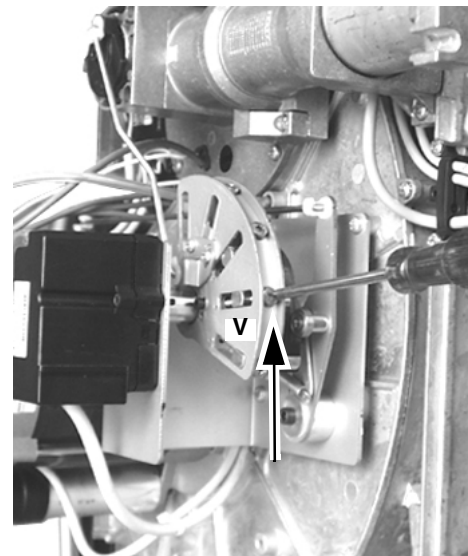

Fig. 20
El aire de combustión se regula por medio del sector variable (véase la Fig. 20).
Para regular el caudal de aire, utilice los tornillos V del sector variable (Fig. 20); desenróselos para aumentar el caudal de aire o enrósquelos para disminuirlo.
- 3 Si fuera necesario modificar la potencia del quemador en llama baja, utilice la leva del servomando correspondiente. Después de esta operación, controle el caudal de gas y compruebe los valores de combustión. En el caso de defectos o exceso de aire, utilice los tornillos V del sector variable (Fig. 20) en correspondencia del punto de regulación del aire de la llama baja (desenroscando los tornillos el caudal aumenta, enroscándolos disminuye).